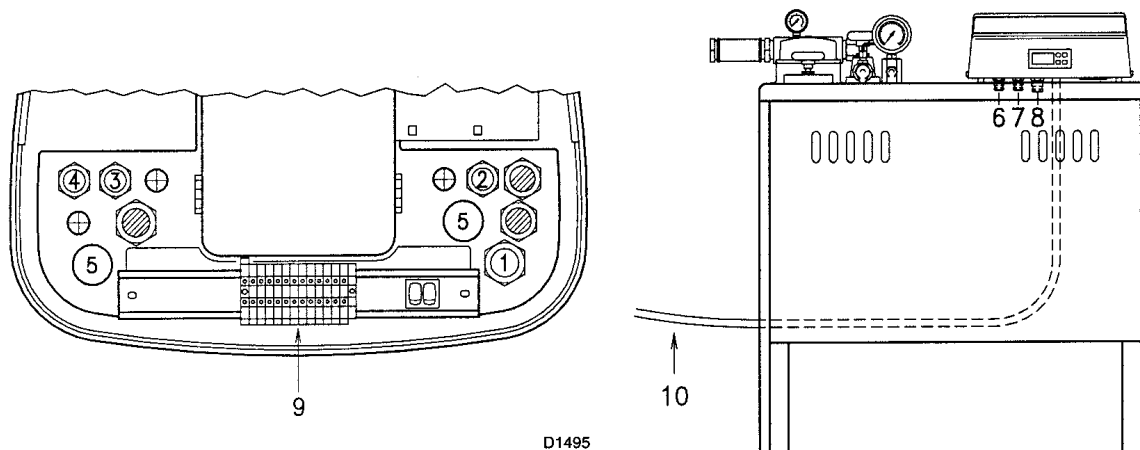

Рис. 17
ЭЛЕКТРИЧЕСКИЕ СОЕДИНЕНИЯ (Рис. 17)
Присоедините провод (10) (рисунок 17) (длина провода $L = 2$ метра) к вилке, которая находится на задней стороне блока подготовки топлива.